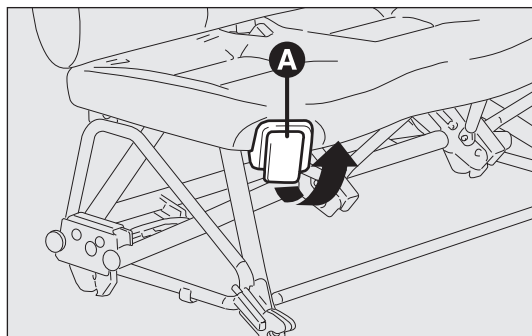
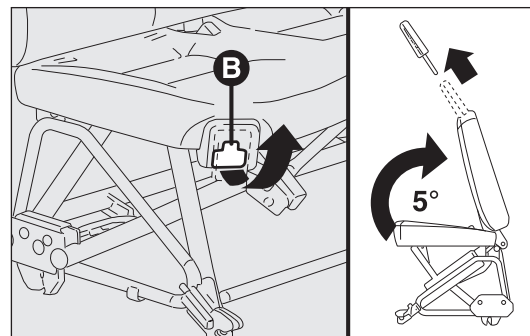

fig. 34
fig. 35
Soulever le levier A-fig. 34 et incliner le dossier vers l'avant.
- soulever le levier B-fig. 35 (situé sous le levier A-fig. 34) avec la main droite ;